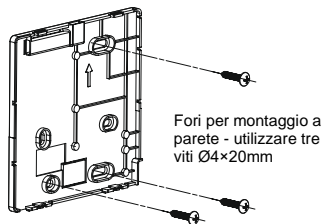

Fig. 3
2. Per il montaggio del coperchio posteriore sulla parete utilizzare 3 viti M4x20. (Vedere fig. 3)